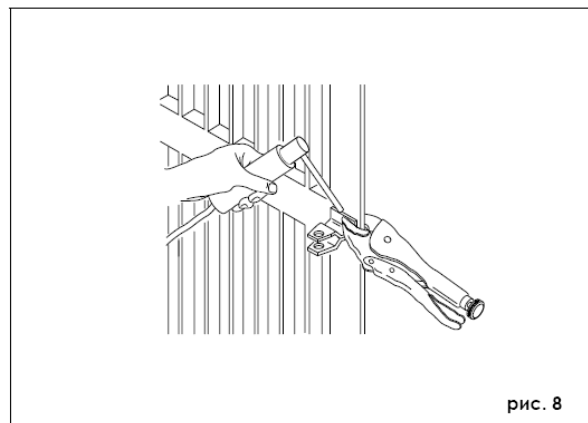

рис. 8
11) Полностью приварите передний кронштейн к створке ворот. При проведении сварочных работ временно отсоедините привод от кронштейна для предотвращения повреждения продуктами сварки (рис. 8).